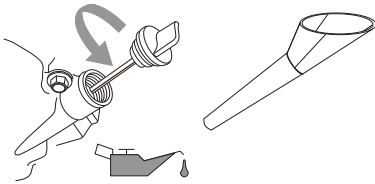

Figure 4-3. Orifice de remplissage d'huile avec entonnoir inséré
7. Insérez l'entonnoir dans l'orifice de remplissage d'huile. Voir **Figure 4-3**. Ajoutez la quantité requise d'huile moteur recommandée.